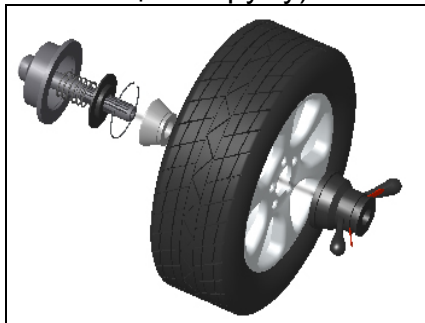

Рисунок 6-1
6.2.2.1 Прямой способ установки колеса (рисунок 6-1).